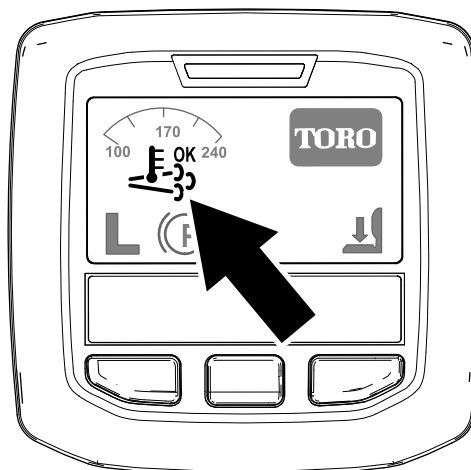

Рисунок 43
- Значок активной регенерации / регенерации со сбросом отображается на дисплее инфо-центра (Рисунок 43).